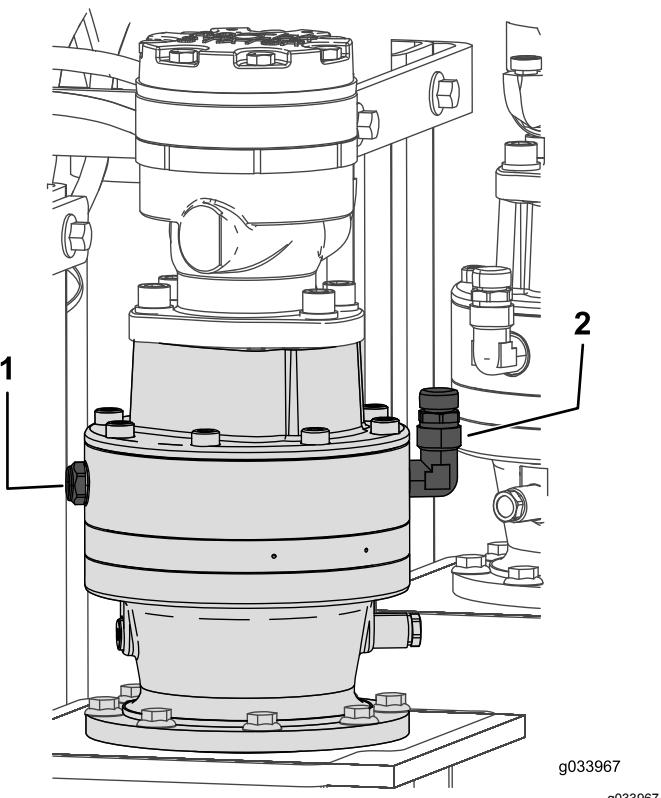

Рисунок 102
1. Проверьте уровень масла по смотровому стеклу на каждом планетарном редукторе опускаемой стойки (Рисунок 102).
- Снимите крышку сапуна и долейте масло в планетарный редуктор так, чтобы уровень масла доходил как минимум до середины смотрового стекла (Рисунок 102).